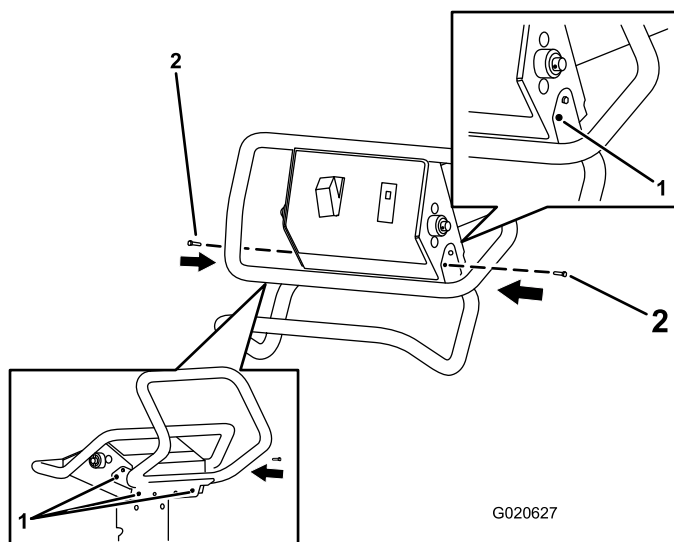
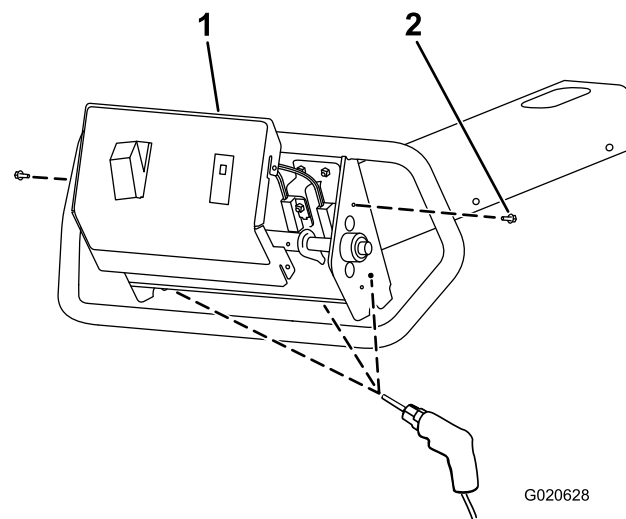

Bild 2
Bild 3
5. Befestigen Sie den Bügel mit den zwei Sechskantschrauben (Nr. 10-24" x 3/4"), wie in Bild 2 dargestellt.
2. Trennen Sie die Abdeckung vom Rahmen ab (Bild 3).
3. Entfernen Sie den Kabelbaum vom Schalter und von der Lampe in der Bedienfeldabdeckung (Bild 3).
4. Bohren Sie vier Löcher (10 mm) an den Stellen im Rahmen, die Sie in Schritt 6 der Schritte 1 Markieren des Rahmens (Seite 1) markiert haben, siehe auch Bild 2 und Bild 3.
1. Entfernen Sie die zwei Sechskantschrauben (Nr. 10-24" x 1/2") aus dem Rahmen (Bild 3).